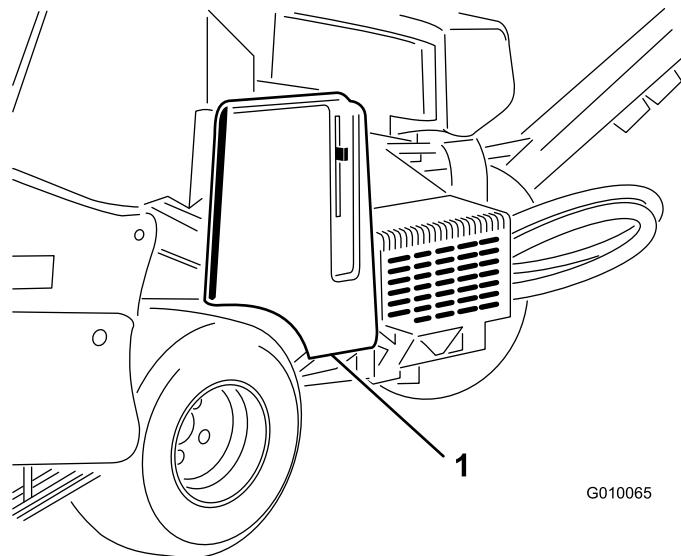

図 56
1. ベルト・カバーのラッチを外し、カバーを取り外す(図 56)。
1. ベルト・カバーのラッチを取り外す（図 56）。